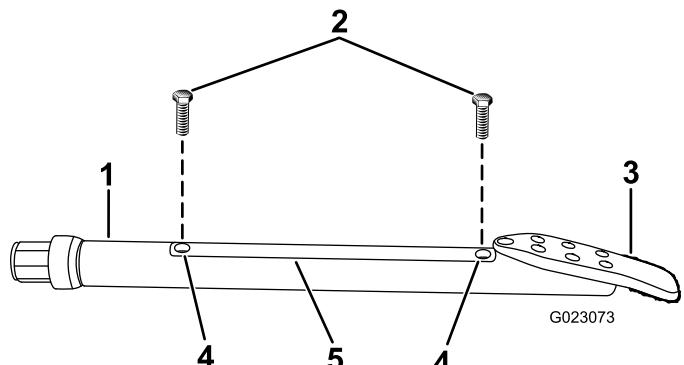

Figura 38
2. Afloje los tornillos que sujetan la tapa al portasonda, y retire la tapa (Figura 38).
4. Instale la tapa del portasonda y sujetela con los tornillos (Figura 38).